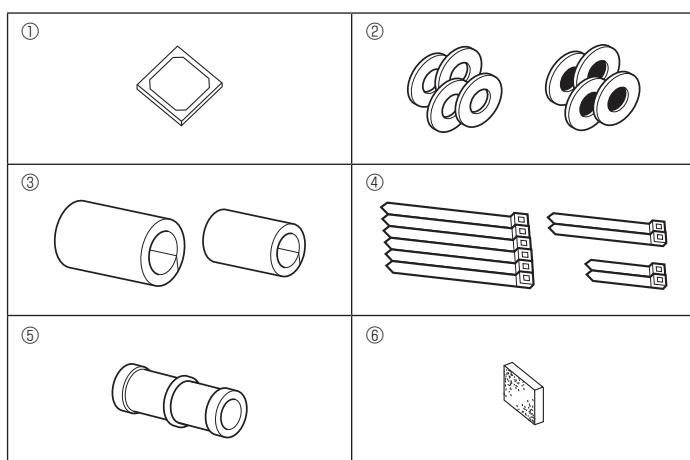

Fig. 2-1
2.1. Accessoires binnenunit controleren (Fig. 2-1)